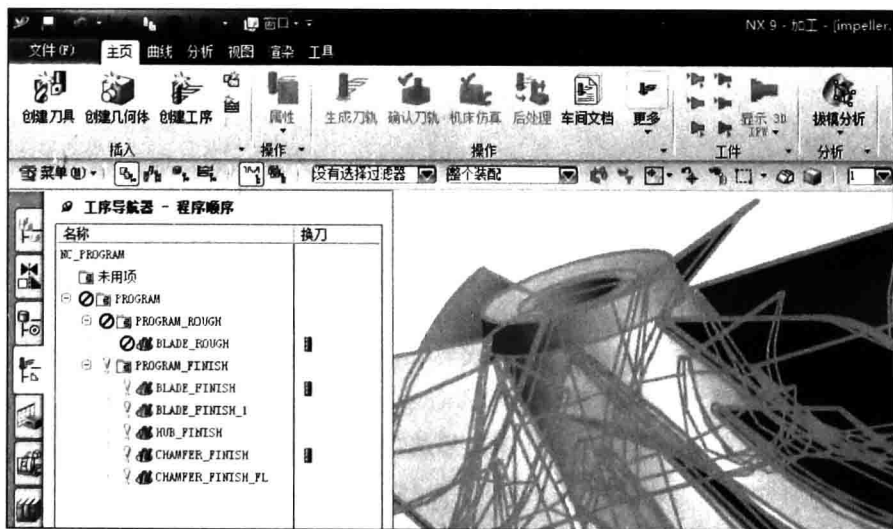

图 1-13 全新的 Ribbon 界面
Ribbon 即功能区，是最新版的 UG NX 9 用户界面 (UI) 的一部分。在界面设计中，功能区包含一些用于创建、编辑和导出仪表板及其元素的上下文工具。它是一个收藏了命令按钮和图示的面板。它把命令组织成一组“标签”，每一组包含了相关的命令，如图 1-13 所示。每一个应用程序都有一个不同的标签组，展示了程序所提供的功能。在每个标签里，各种相关的选项被组织在一起。它的一个明显的优势就是能有效地减少鼠标的单击次数。Ribbon 界面的外形更加华丽，但也存在一部分使用者不适应，抱怨无法找到想要的功能的情形。